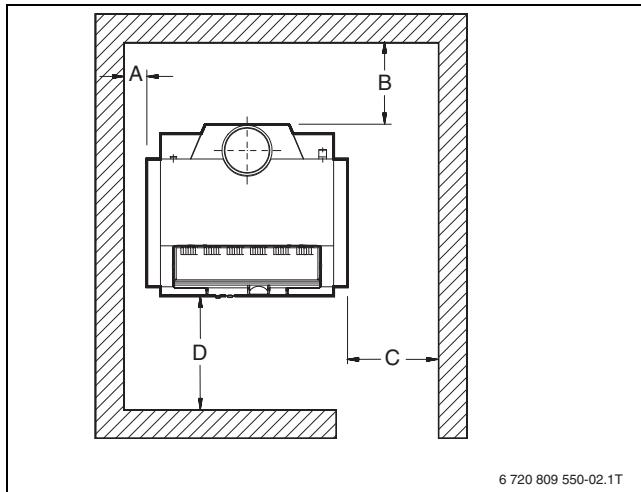

Рис. 5 Расстояния от стен для одного котла
- ▶ Учитывайте рекомендуемые расстояния от стен (\rightarrow рис. 5 и таблица 22).